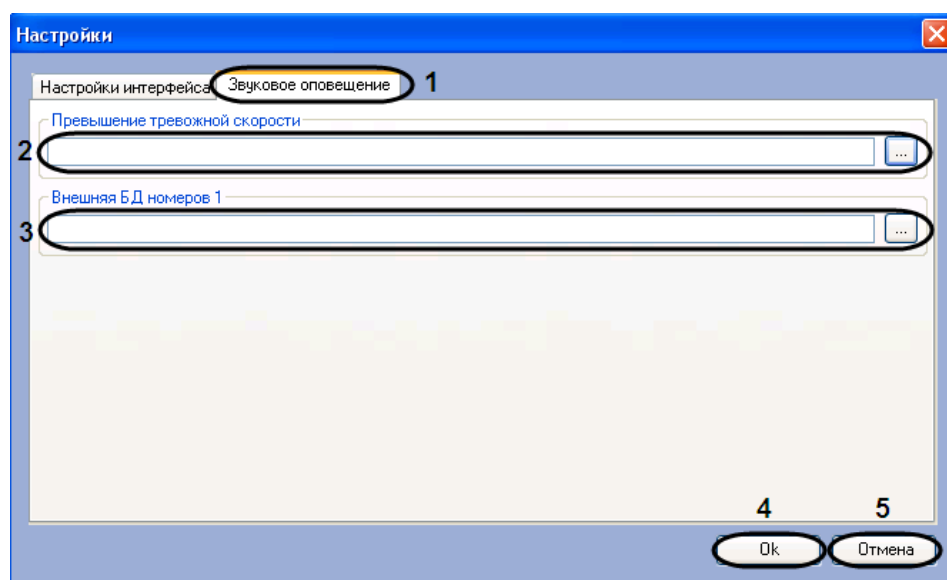

Рис. 7.8-10. Выбор звуковых файлов
3. В открывшемся диалоговом окне «Настройки» перейти на вкладку «Звуковое оповещение» (Рис. 7.8-10, 1).
4. Для задания звукового оповещения при превышении скорости транспортного средства нажать кнопку «...» справа от поля «Превышение тревожной скорости» (см. Рис. 7.8-10,
- 2). В открывшемся стандартном диалоговом окне «Открыть» выбрать требуемый звуковой файл, после чего нажать «Открыть». В результате выполнения операции полный путь к файлу отобразится в поле «Превышение тревожной скорости» (см. Рис. 7.8-10, 2).
5. Для задания звукового оповещения при обнаружении распознанного номера во внешней базе данных номеров нажать кнопку «...» справа от поля, соответствующего требуемой базе данных (см. Рис. 7.8-10, 3). В открывшемся стандартном диалоговом окне «Открыть» выбрать требуемый звуковой файл, после чего нажать «Открыть». В результате выполнения операции полный путь к файлу отобразится в соответствующем поле (см. Рис. 7.8-10, 3).
7. Для сохранения внесенных изменений и закрытия диалогового окна «Настройки» нажать кнопку «ОК» (см. Рис. 7.8-10, 4).
*Примечание. Для закрытия диалогового окна «Настройки» без сохранения изменений следует нажать кнопку «Отмена» (см. Рис. 7.8-10, 5).*